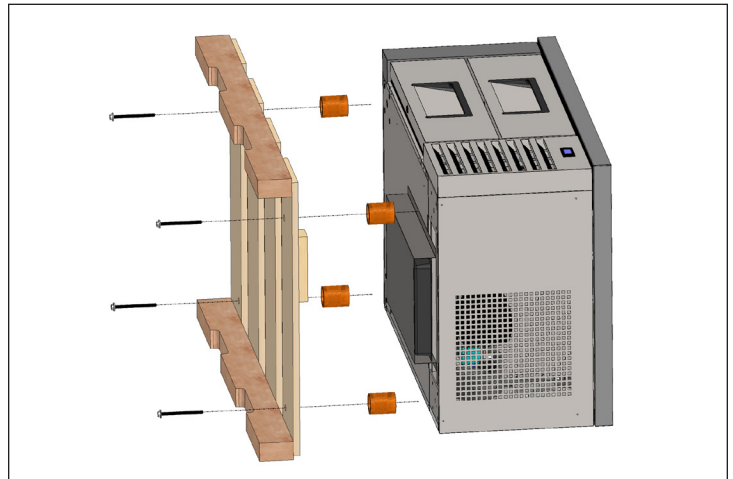

Abb. 2 Entfernen Sie die Transportschrauben.
- c. Entfernen Sie mit einem verstellbaren Schraubenschlüssel alle Transportschrauben, mit denen die Holzpalette an der Unterseite des Geräts befestigt ist. Siehe Abb. 2.